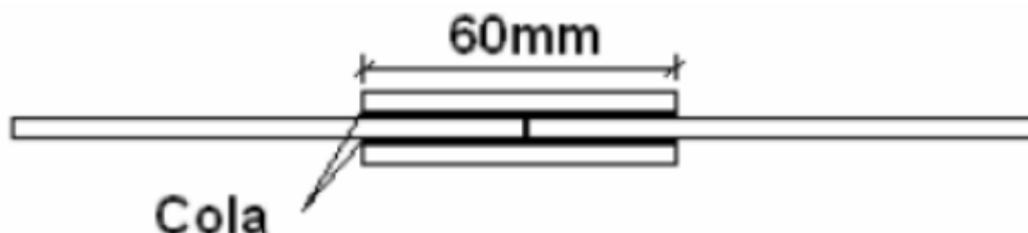

Figura 1 - Esquema de emenda das barras
3.3 As juntas para as barras deverão ser feitas com emenda por superposição de palitos. Recomenda-se o esquema da Figura 1 que segue, principalmente nas barras tracionadas: